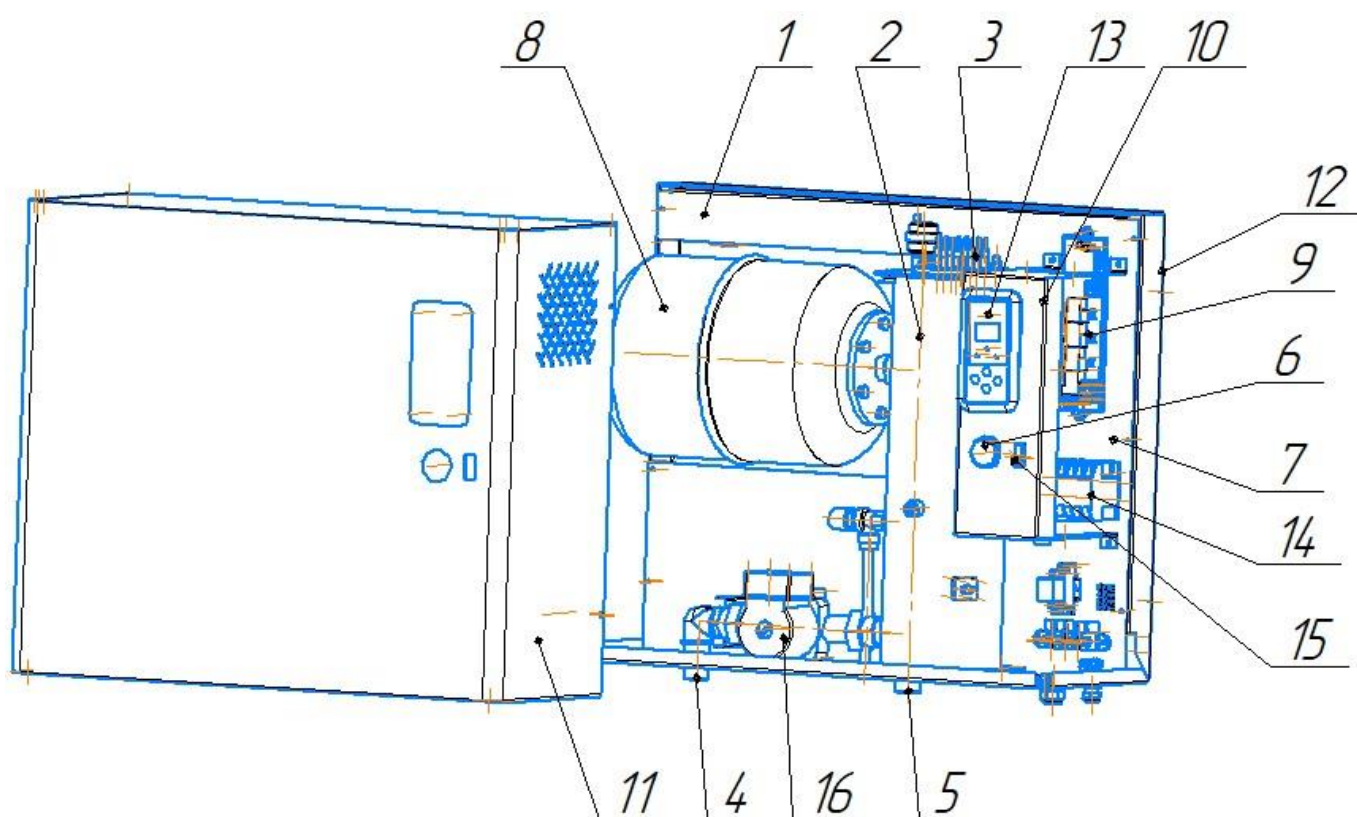
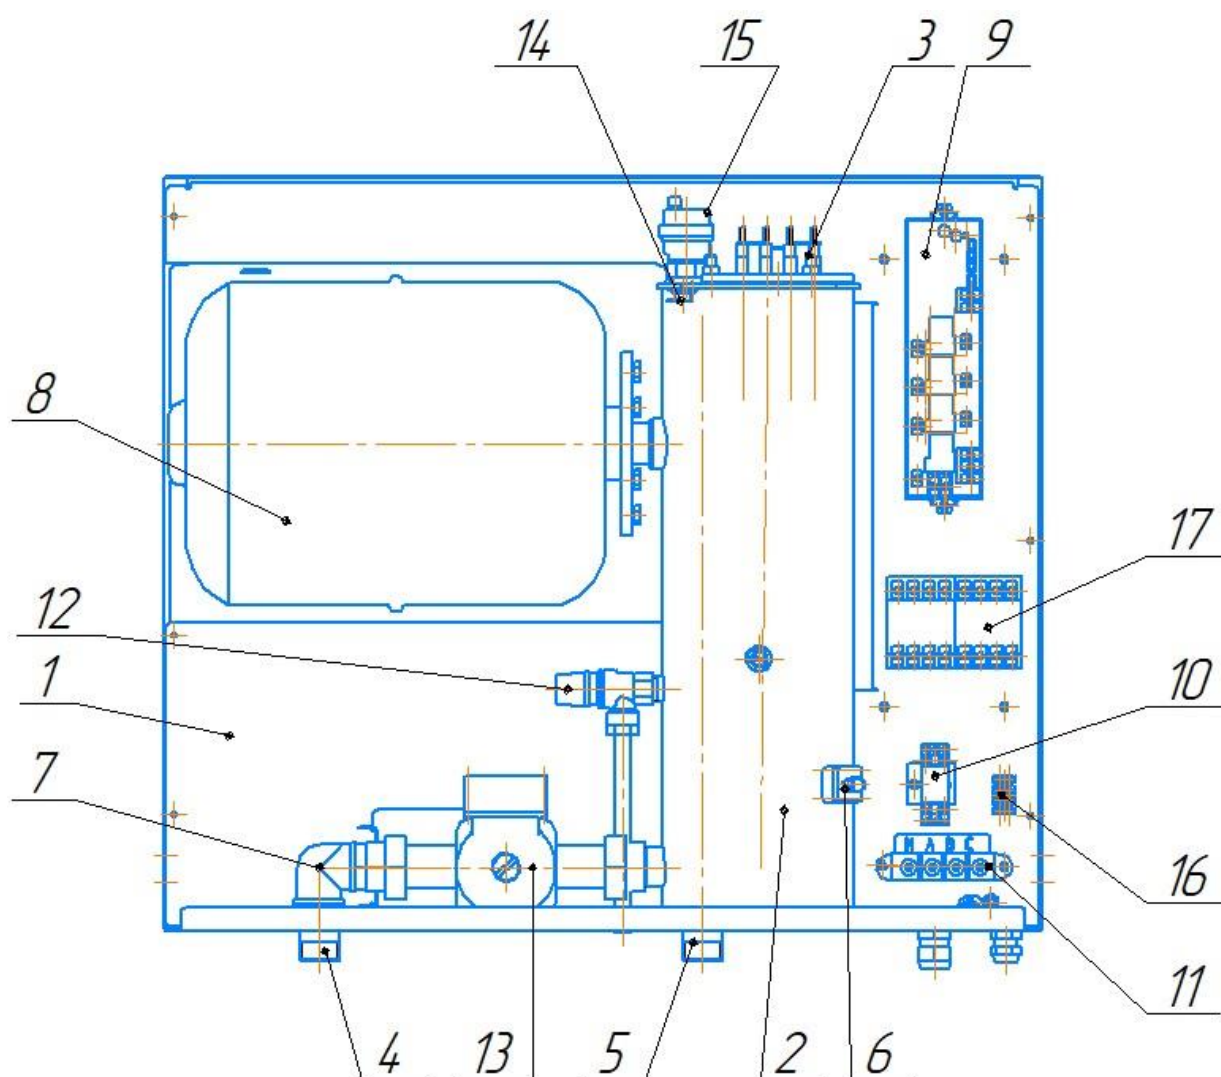
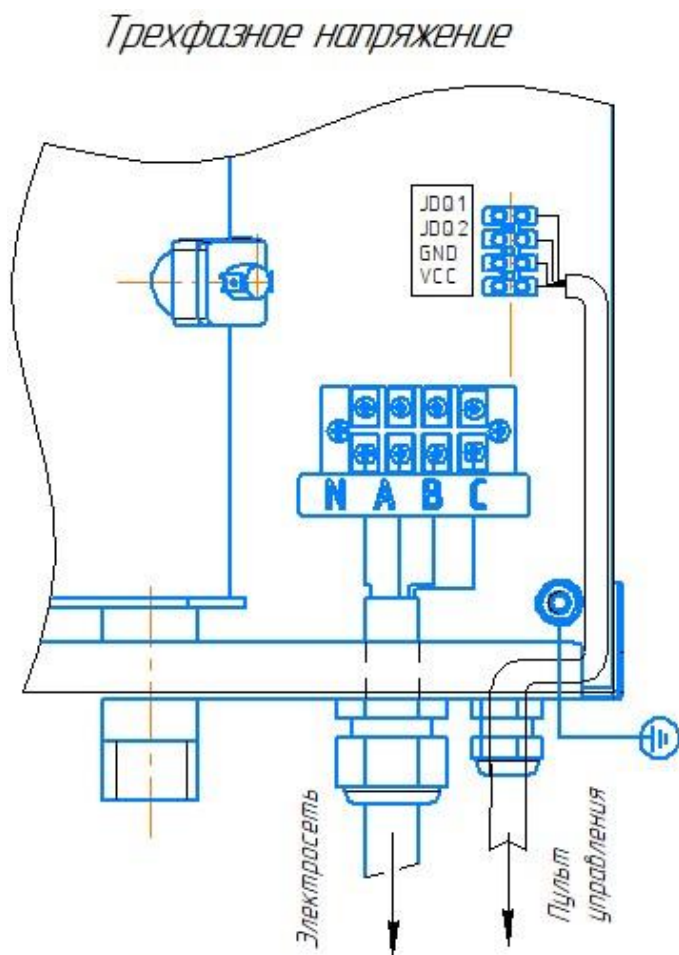

Рис.1 Конструкция электроводонагревателя
Рис.3 Компоновка котла
Рис.4 Схема подключения к электросети
Корпус котла (рис.1) состоит из основания 1 и кожуха 11. Через два кронштейна 12 ЭВН-К крепится к стене с помощью дюбелей и шурупов. На панели монтажной 7 установлены корпус нагревателя 2 с блок-тэном 3, панель 10.
Подробно устройство котла показано на рис.3.
Электронная панель управления 13 (рис.1) и электрическая плата коммутации 9 (рис.3) управляют работой ЭВН-К в заданном потребителем режиме.
6.5.4 Подключить ЭВН-К к электросети (рис.4), для чего вводной кабель пропустить через кабельный ввод (фитинг). Фазные провода и нулевой провод следует подключить в соответствии с маркировкой на клеммную колодку. Сечение жил фазных и нулевых питающих проводов должно быть не менее указанных выше.
8.5 **Внимание** Необходимо позаботиться об отводе воды в канализацию с аварийного клапана 12 (рис.3). Отводная труба должна быть свободной от закупорок. При эксплуатации котла без данной трубы, вода, которая будет вытекать в результате срабатывания клапана, будет находиться вне системы отопления и может причинить ущерб вашему имуществу или имуществу иных лиц.
9.10. Приведите воздухоотводчик 15 (рис.3) в рабочее состояние. Для этого необходимо открутить расположенный наверху крышки колпачок на 1-1,5 оборота (не снимая его).
10.1 Пульт управления подключить к ЭВН-К через клеммы 16 (рис.3) согласно нанесенной маркировки (рис.4) .